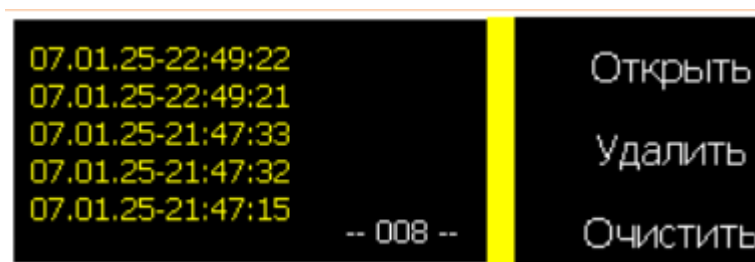

Рисунок 3.7 – Режим работы с сохраненными данными
3.3.1 Прибор позволяет пользователю просматривать и удалять сохраненные ранее результаты измерений (Рисунок 3.7).